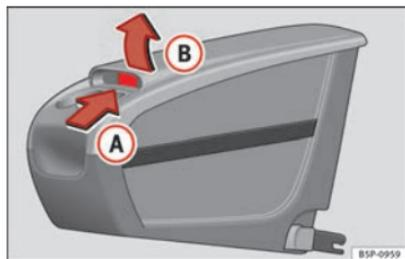

Fig. 105 Rangement mobile. Ouverture.
- Levez le couvercle (B), par la zone (A) ⇒ fig. 105.